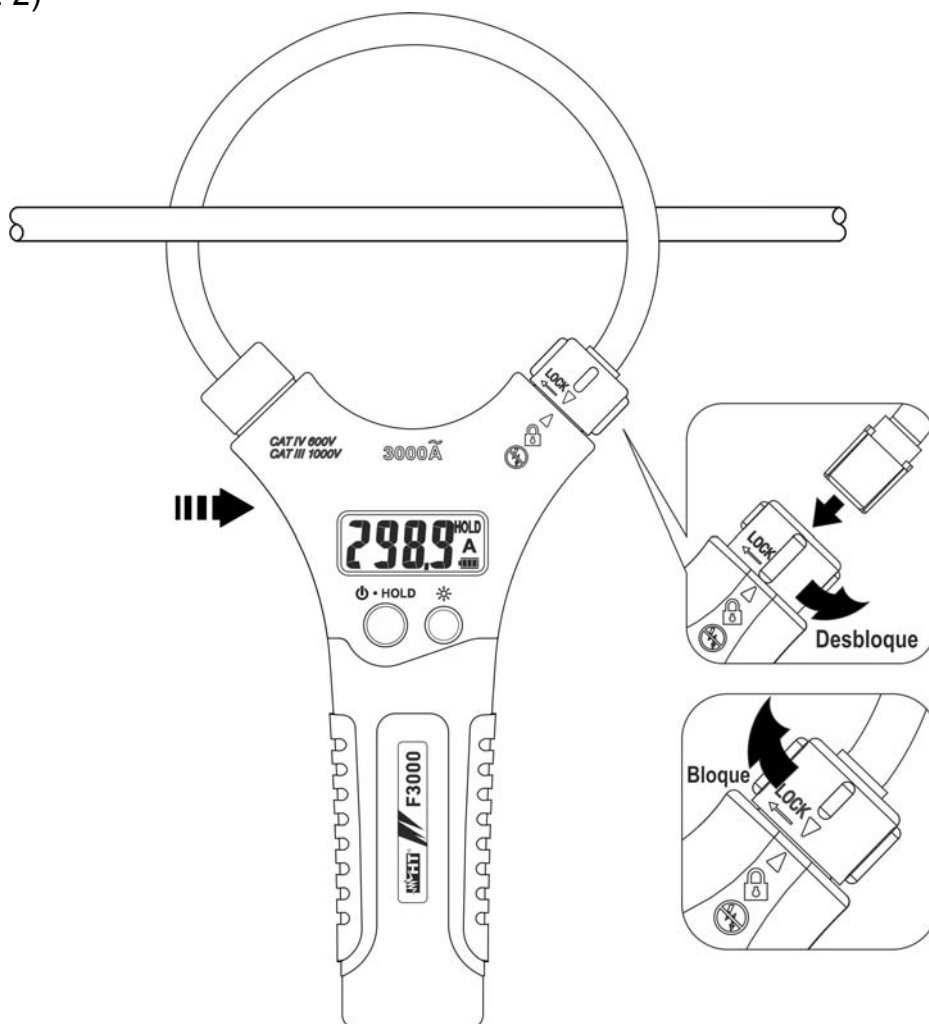

Fig. 2: Apertura/cierre del toroidal flexible
- Para obtener las características de Incertidumbre declaradas por el instrumento, posicione siempre el conductor lo más cerca posible respecto al centro del maxilar (vea Fig. 2)
- Mantener su mano debajo del visualizador durante la medida como se muestra la flecha en la Fig. 2
1. Rote un cuarto de giro en sentido anti horario el conector de fijación para desbloquear el toroidal (vea Fig. 2)
3. Vuelva a cerrar el toroidal y rote un cuarto de giro en sentido horario el conector de fijación hasta alinear las dos flechas presentes en el plástico para bloquear el toroidal (vea Fig. 2)